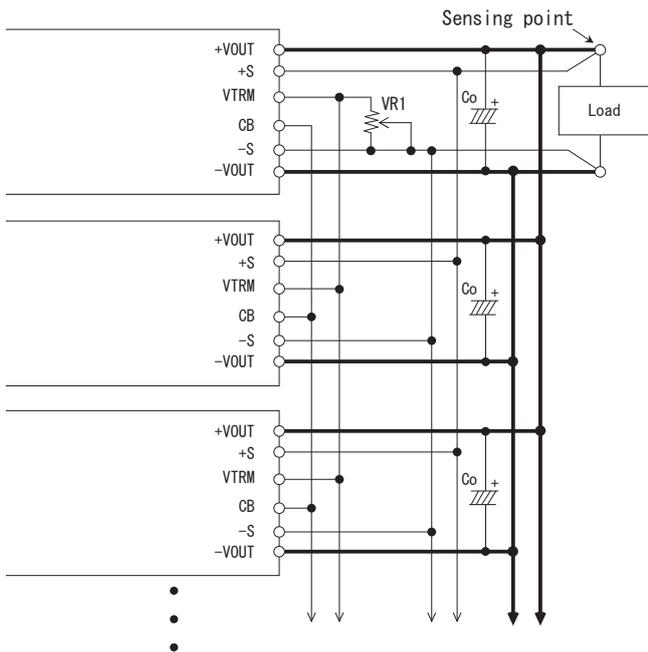

図 4.2 並列運転例
- 図 4.2 の配線をする事で、並列運転が可能です。また、1つのボリュームで出力電圧の変圧が可能。なお、出力電圧可変が不要の場合は、VTRM 端子同士の接続、VR1 は不要です。